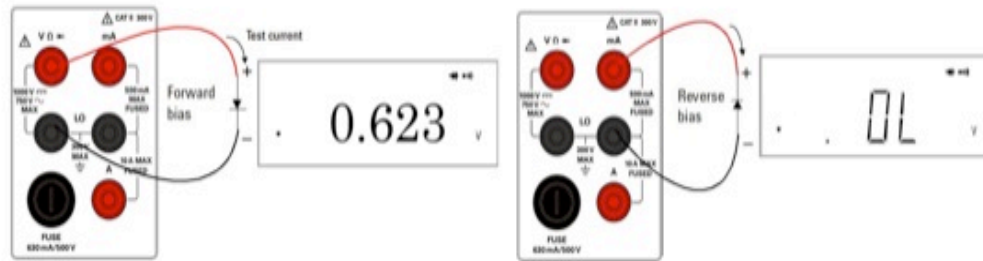

Figura 2. Pruebas funcionamiento del diodo: derecha-forward, izquierda-reverse.
3. Conecte los cables en la salida de V- Ω -  del DMM cómo muestran las imágenes en la figura 2.
4. **Forward:** Conecte el terminal positivo al ánodo y el negativo al cátodo como muestra la figura 2 izquierda
5. **Reverse:** Conecte el terminal positivo al cátodo y el negativo al ánodo como muestra la figura 2 derecha.